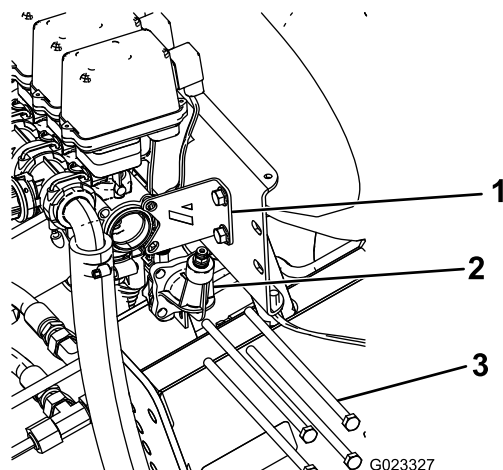

Bild 9
2. Entfernen Sie die vier langen Schrauben, mit denen der Druckmanometeranschluss an den Auslegerventilen befestigt ist und werfen sie weg (Bild 9). Bewahren Sie die flachen Scheiben und Mutter auf.
3. Entfernen Sie die zwei Schrauben und Mutter, mit denen die Stabilisierungshalterung am Ventil befestigt ist, und bewahren sie auf (Bild 9).